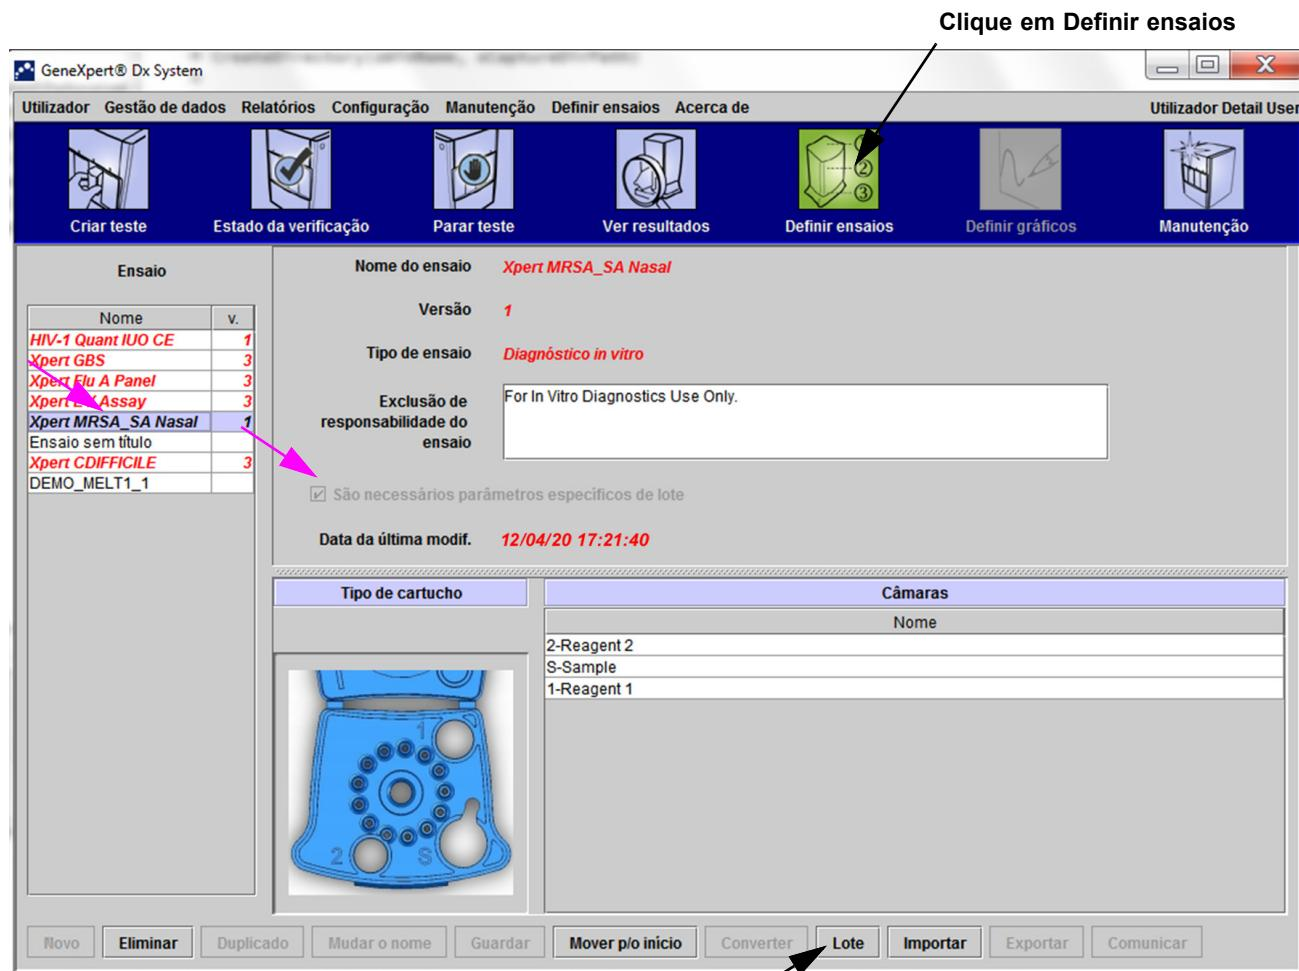
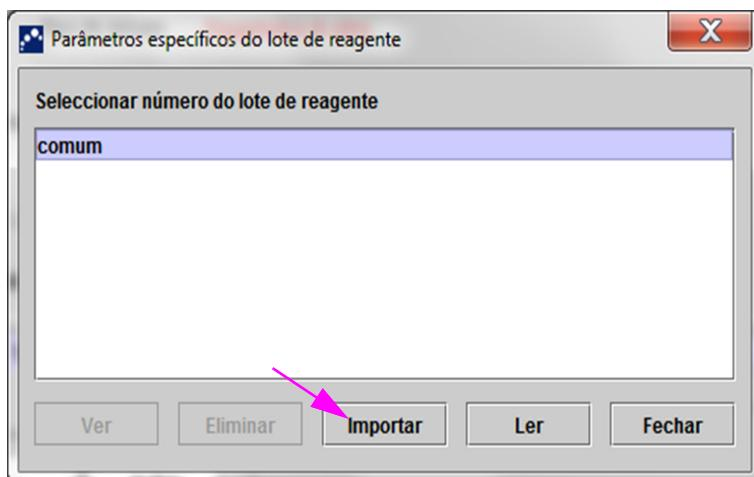

Figura 2-94. Janela Definir ensaios com a caixa São necessários parâmetros específicos de lote marcada
Figura 2-95. Caixa de diálogo Parâmetros específicos do lote de reagente
1. Na janela Definir ensaios (consulte a figura 2-94), seleccione o nome do ensaio na lista **Ensaio** (no lado esquerdo da janela).
2. Clique em **Lote**. É apresentada a caixa de diálogo Parâmetros específicos do lote de reagente. Consulte a figura 2-95.
A figura 2-95 mostra o número do lote de reagente comum antes de importar lotes específicos. Se os ensaios e/ou parâmetros específicos do lote já tiverem sido importados para o sistema, os números do lote de reagentes serão apresentados.
1. Na janela **Definir ensaios** (consulte a figura 2-94), clique em **Lote**. É apresentada a caixa de diálogo Parâmetros específicos do lote de reagente. Consulte a figura 2-95.